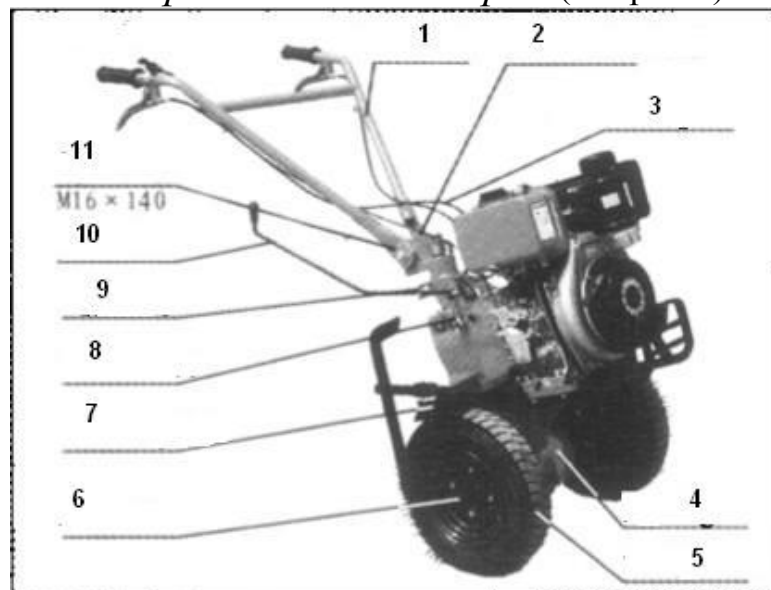

Рисунок 4
1. Первоначальная сборка (см. рис.4)